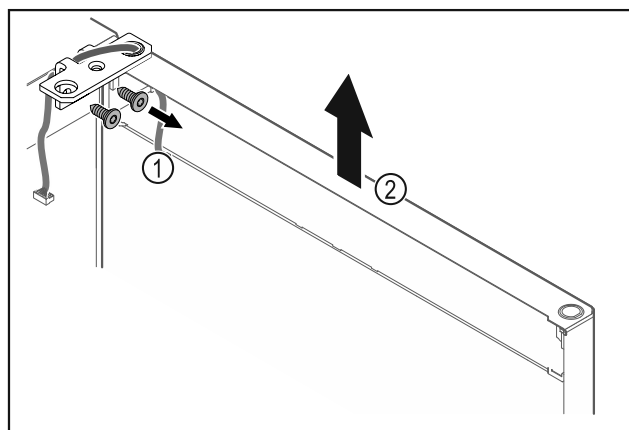

Fig. 24
- Noskrūvējiet lokāmos kronšteinus Fig. 24 (1).
- Paceliet durvis kopā ar lokāmajiem kronšteinu Fig. 24 (2) apmēram 200 mm taisni uz augšu un noņemiet tās.